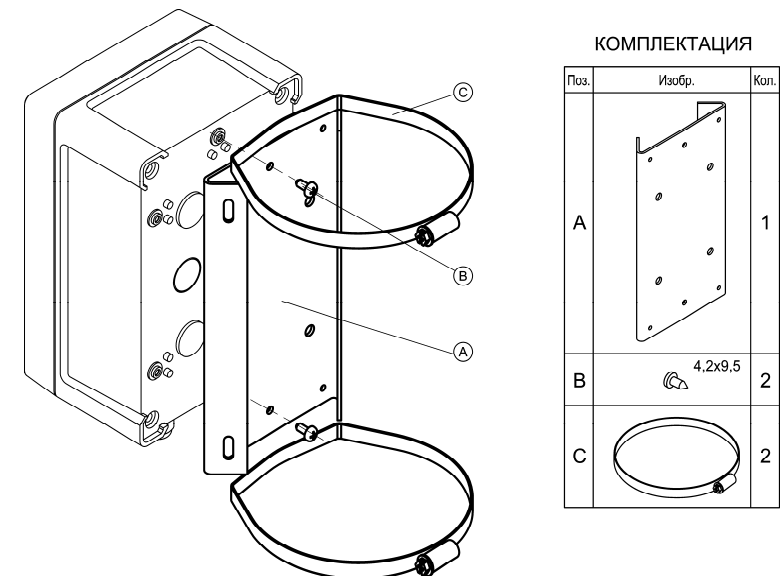

Рис.4 Монтаж блока питания на кронштейн КС-1
3. Кронштейн КС-1 для крепления блока питания БПУ-2-220VAC-24VDC/2,0А на опоры  $\emptyset$ ;  $\square$  =115÷135мм (другой размер – под заказ). Монтаж кронштейна см. рис.4.